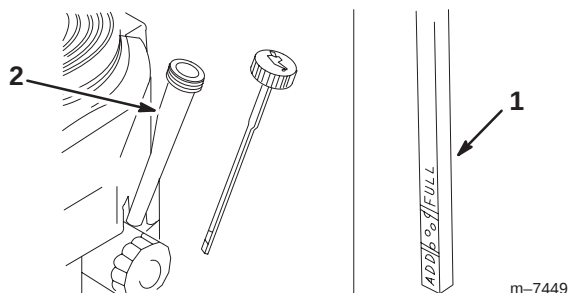

Figure 36
4. Nettoyez la surface autour de la jauge d'huile (Fig. 36) pour éviter que des impuretés ne s'introduisent dans le goulot de remplissage, ce qui risquerait d'endommager le moteur.
5. Dévissez la jauge d'huile et essuyez soigneusement l'extrémité (Fig. 36).
6. Remettez la jauge au fond du tube de remplissage, **mais ne la vissez pas** (Fig. 36).
10. Versez lentement environ 80% de la quantité d'huile spécifiée (voir Fréquence d'entretien/spécifications, page 35) dans le goulot de remplissage (Fig. 36).